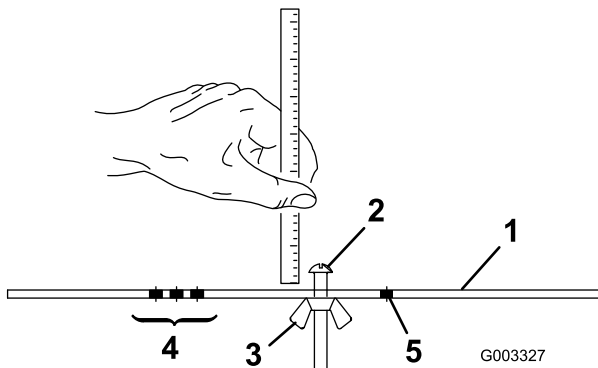

Figura 25
2. Afloje la tuerca de la barra de ajuste (Figura 25) y ajuste el tornillo para la altura de corte deseada.